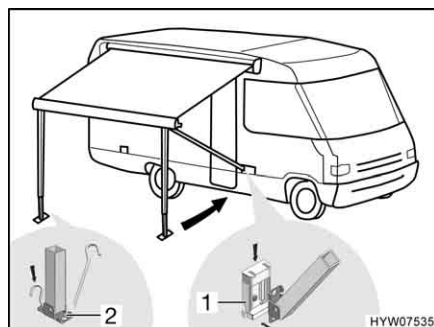

Fig. 32 Fissaggio dei montanti di supporto
- Incastrare i montanti di supporto nei supporti (Fig. 32,1) sull'autocaravan oppure fissarli sul terreno con dei puntelli (Fig. 32,2).